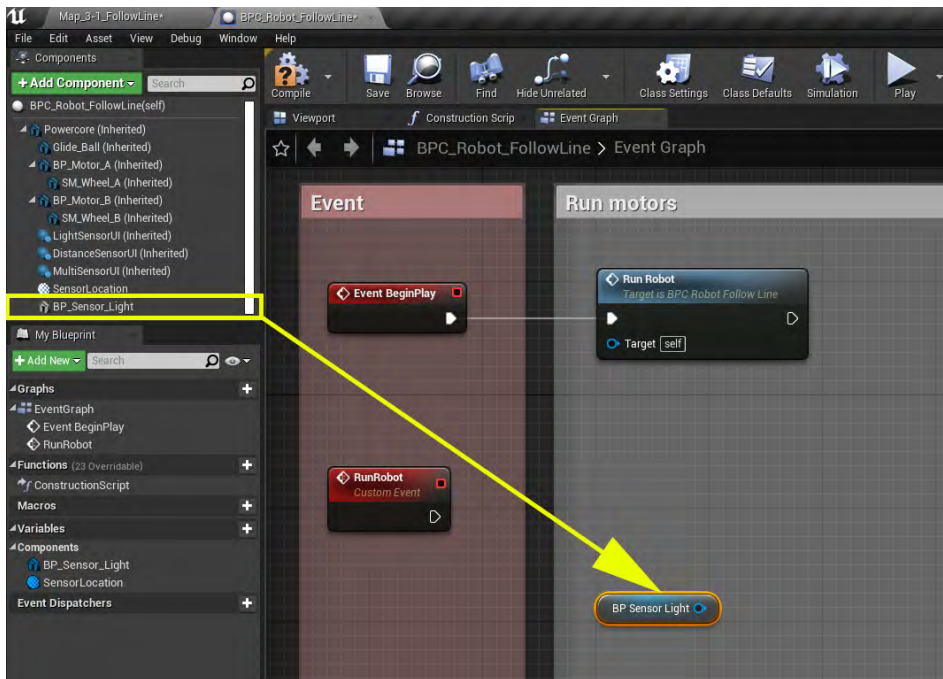

図 3-16
- 次に、**Run Robot** 関数が呼び出されたときにセンサーが実行されるように、センサーをつなぎます。**[Components (コンポーネント)]** パネルで、**BP_Sensor_Light** をクリックし、それを灰色の **Run Motors** ボックスにドラッグします (図 3-16 を参照)。